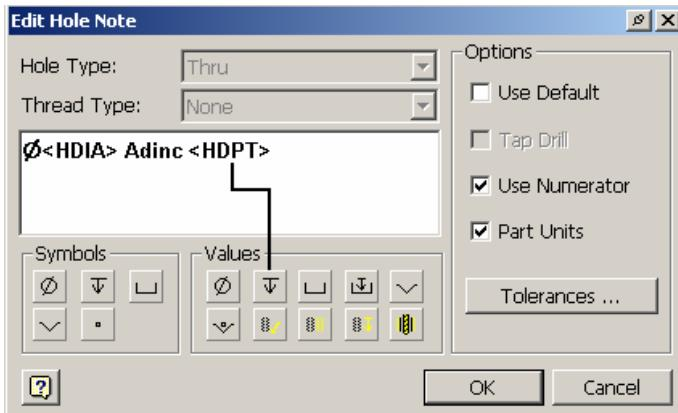

Figura 5.8.7.
- în fereastra **Edit Hole Note**, figura 5.8.7, se specifică opțiuni suplimentare ale adnotării: